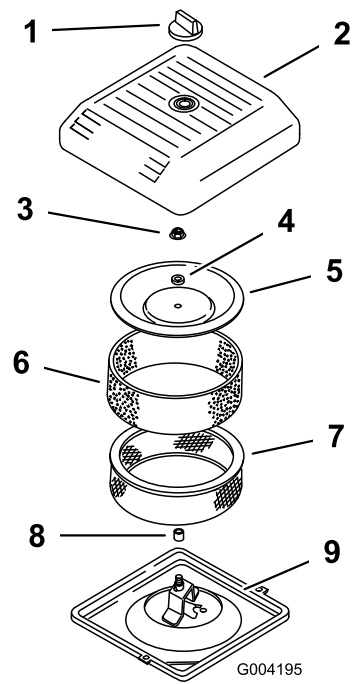

Figura 40
3. Răsucii butonul i scoatei capacul filtrului de aer (Figura 40).
4. Glisai cu grijă prefiltrul din spumă de pe elementul din hârtie (Figura 40).
5. Deurubai piulia capacului i îndepărtai capacul, distanțierul i filtrul din hârtie (Figura 40).
2. Amplasai ansamblul filtrului de aer pe baza filtrului de aer (Figura 40).
3. Montai capacul, distanierul i fixai-l cu piulia pentru capac (Figura 40). Strângeți piulia la un cuplu de 11 N·m.
4. Montai capacul filtrului de aer i fixai-l cu butonul (Figura 40).